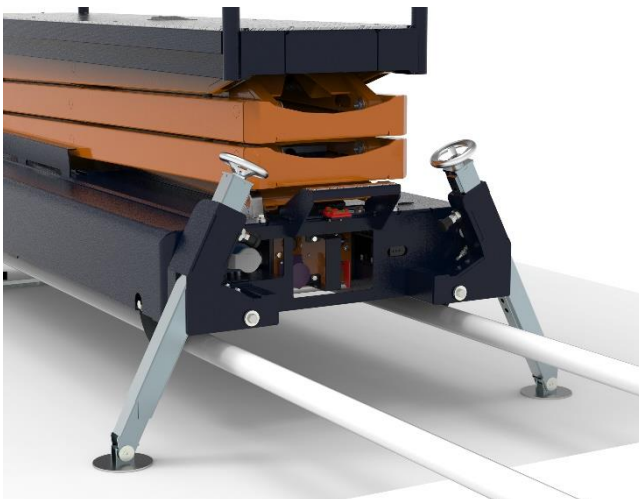

Fig. 8.6 ; Aperçu des stabilisateurs extraits
Déverrouillez les axes de verrouillage des stabilisateurs (A). Faites coulisser les mâts à la verticale vers le bas (B) jusqu'à ce que les stabilisateurs soient positionnés sur le sol. Vérifiez que les pieds des stabilisateurs sont pivotés en position horizontale ! Vérifiez que les deux stabilisateurs sont déployés et que les axes de verrouillage (C) sont verrouillés dans un trou de verrouillage conformément à la figure 8.5. Les axes de verrouillage doivent être verrouillés dans le trou de verrouillage ! Tournez le volant (D) pour que les stabilisateurs descendent jusqu'au sol. Tournez les deux volants jusqu'à ce que la *BENOMIC S500* soit stable et horizontale (Fig. 8.6). Répétez cette procédure pour l'autre côté du chariot pour rails tubulaires. Travailler au-delà des restrictions mentionnées (10.1) est uniquement possible si les quatre stabilisateurs ont une capacité de charge suffisante au sol.